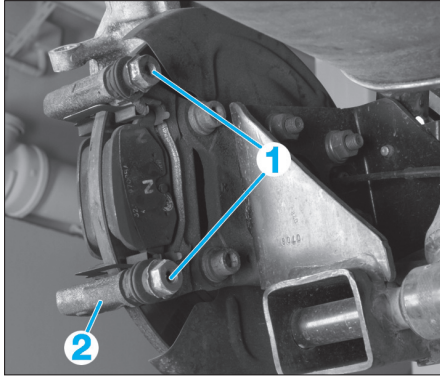

Fig. 20
- Déposer les vis de fixation (1) (Fig.20).